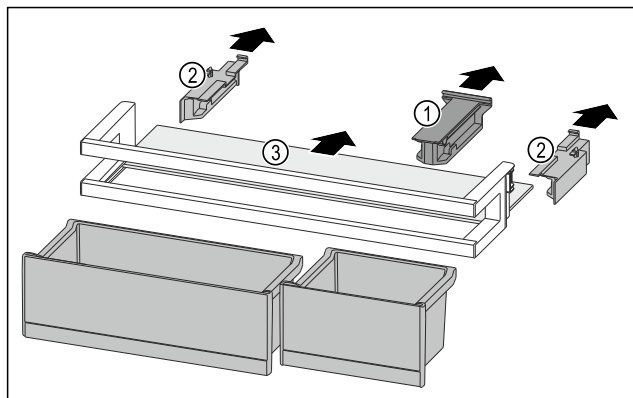

Fig. 132
- Halteteil Fig. 132 (1) abziehen.
- Seitenteile Fig. 132 (2) abziehen.
- Abstellfläche Fig. 132 (3) entnehmen.